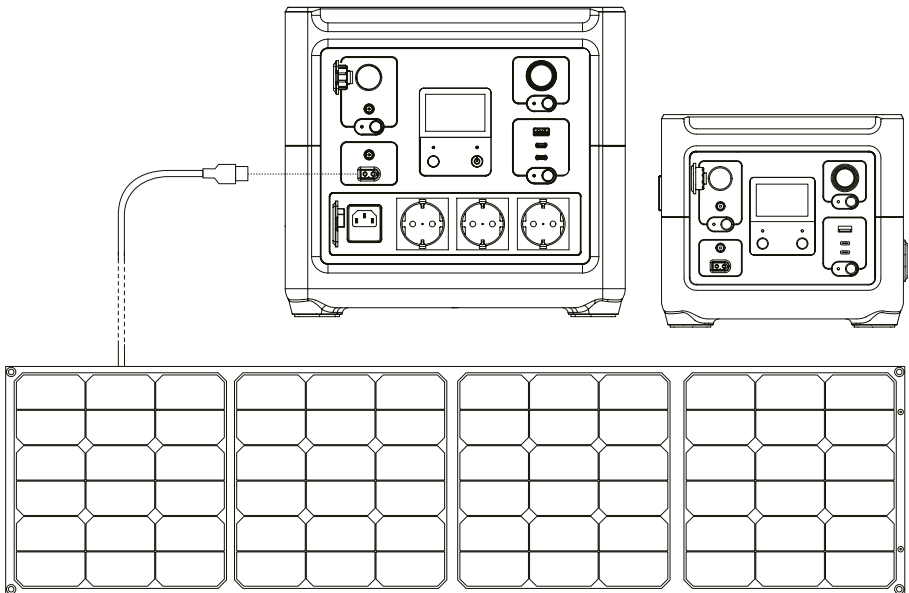

Рисунок 4. Схема заряджання виробу від сонячної панелі.
5.2.1.3 Заряджання від сонячної панелі (рис. 4).